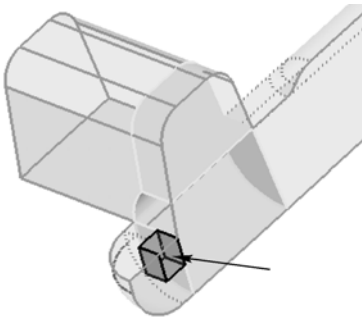
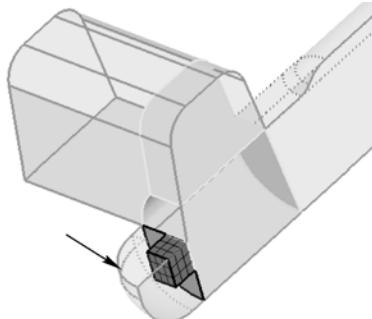

图 5-21 选择小立方体
图 5-22 选择实体
- (1) 在工具栏单击 Shaded Geometry and Surface Edges () 按钮。
- (2) 通过以下任一种方式进入 solid map 面板。
- (3) 选择 one volume 子面板。
- (4) 在 along parameters 栏下的 elem size= 栏中输入 1。
- (5) 在 volume to mesh 栏下激活 solid 选择器，选择如图 5-21 所示小立方体。
- (6) 单击 mesh 按钮。
- (7) 在工具栏中单击 Shaded Elements and Meshlines () 按钮。
- (8) 选择如图 5-22 所示实体。